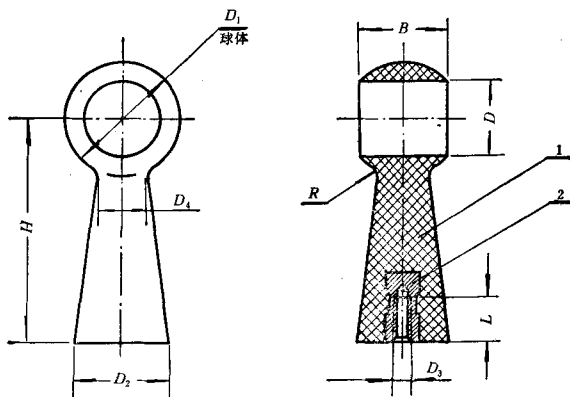

图 1
2. 支架的尺寸按图 1、2 及表 2。
| FA-60 | 60 | 36 | 51 | ≈32 | M8 | 22 | 36 | 14 | 5 | — | 图 1 | 0.053 | 0.258 |
| FA-100 | 100 | 36 | 51 | 40 | M10 | 22 | 36 | 20 | 5 | — | 图 1 | 0.117 | 0.572 |